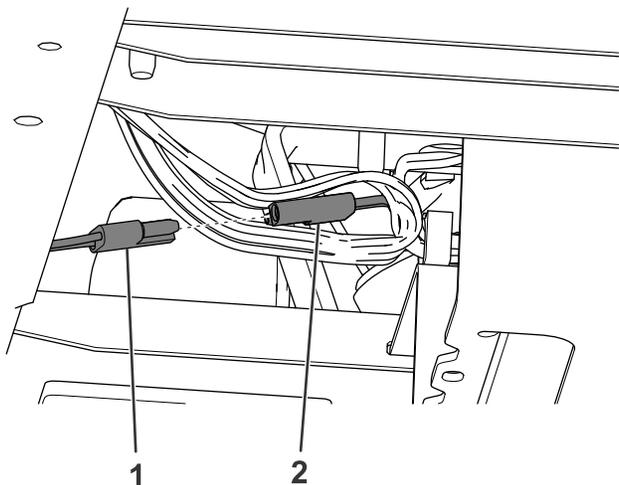

**Figura 8**
- Enrute el arnés de cables por el larguero derecho del bastidor (Figura 8).